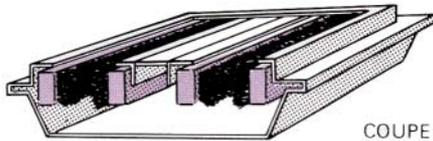

Fig. 4
- un cadre en cornières perforées avec un pont en partie centrale. Quatre balais-brosses sont fixés sur le cadre qui repose sur une auge de maçon remplie d'eau. Il suffit, en posant un pied sur la partie centrale du cadre, pour stabiliser le dispositif, d'introduire l'autre pied botté entre deux brosses et de nettoyer la botte par un mouvement d'avant en arrière (Fig. 4).